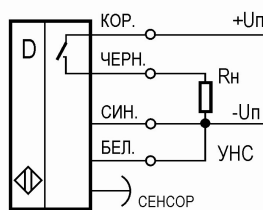

Рис.3.2
- Переместить световое пятно на метку. При этом контакт между коричневым и чёрным выводами должен разомкнуться (рис.3.2).